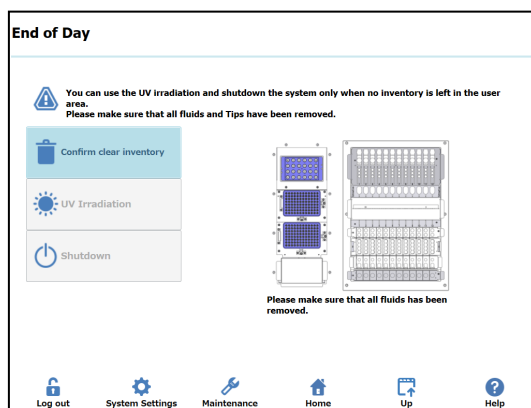

Figure 20 : Écran « End of Day » (Fin de journée)
26. Dans l'écran « Home » (Accueil), sélectionner « End of Day » (Fin de journée). L'écran suivant s'affiche (Figure 20).